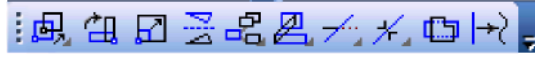

Рис. 1.21. - Инструментальная панель **Редактирование**.
3) выделить рамкой элемент изображения, который нужно редактировать. Например, построить симметрию какого-либо изображения. При этом активизируется панель **Редактирование** (рис. 1.21).